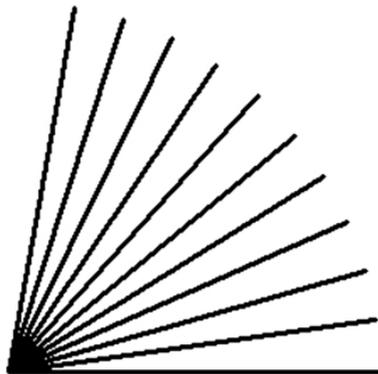

图 1-1-5
(3) 按照状态栏提示进行操作，在立即菜单“2:”中输入份数 10，“3:”中输入长度 20，结果如图 1-1-5 所示。